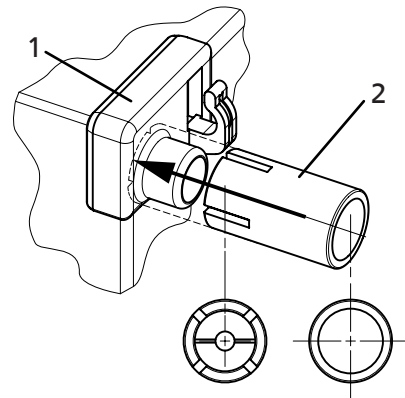

Abb. 1. Anschlag (2) bis zum Ende auf Teil (1) schieben.
8. Zur Bereitstellung der erforderlichen Luftzirkulation sollten Sie auf jeder Seite, oben und hinter dem Kühl- und Gefrierschrank ausreichend Platz lassen. Setzen Sie die Anschläge an den oberen Ecken der Geräterückwand an, wie in Abb. 1 gezeigt.